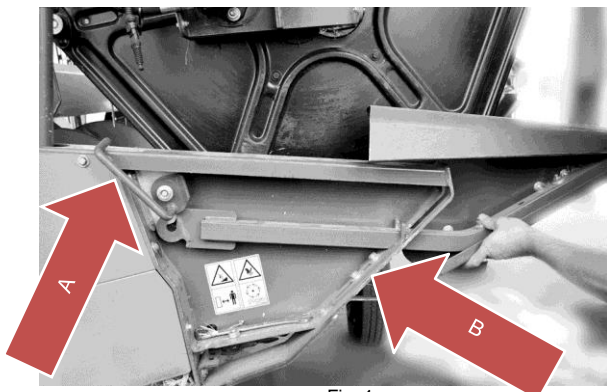

Fig. 1
Smontare separatore di colza da unità di taglio (Fig. 1) Allentare il dado e ruotare il dispositivo di bloccaggio in avanti (A), allentare le viti e dadi e rimuovere questi (B).